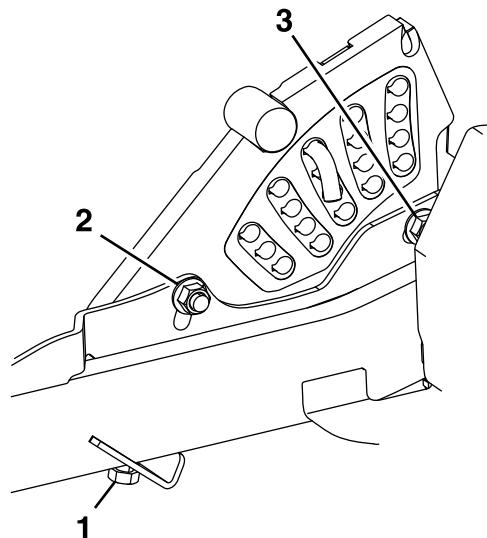

Figura 83
11. Se os quatro ajustadores da plataforma não tiverem ajuste suficiente para alcançar a altura correta de corte com o ancinho, pode ajustar o sistema de ponto único (Figura 83).
12. Para ajustar o sistema de ponto único de ajuste, desaperte primeiro os parafusos de montagem da placa de altura de corte frontal e traseira (**Figura 83**).
14. Aperte os dois parafusos na parte inferior da placa da altura de corte (**Figura 83**).